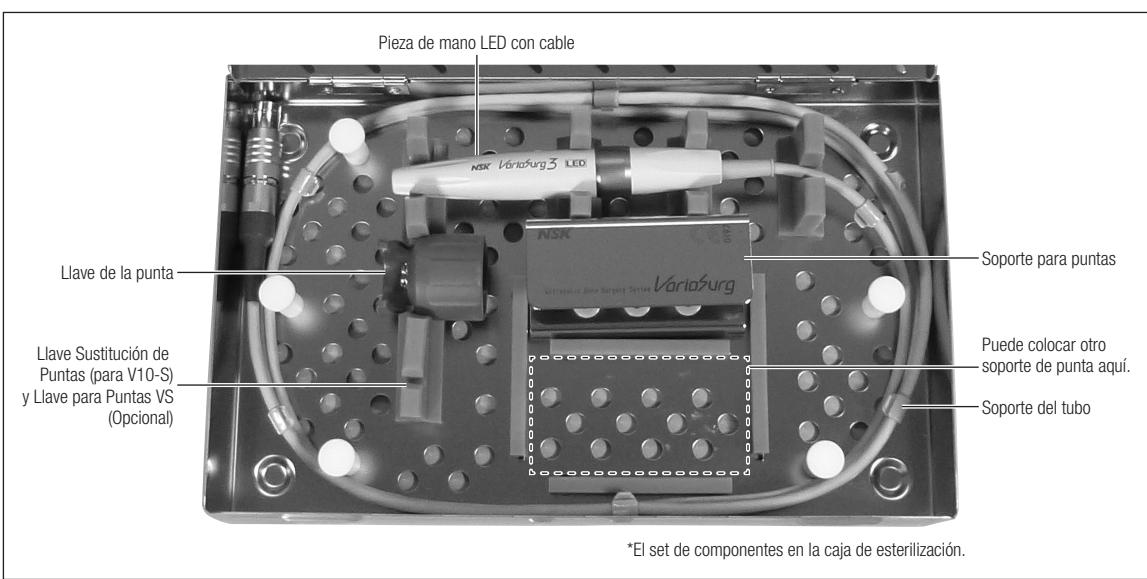

Fig. 23
- 1) Coloque la pieza de mano con el cable y la llave para puntas en el casete de esterilización. (Fig. 23)